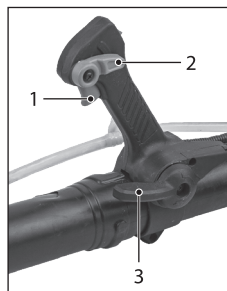

Рис. 27
2. Настройте регулятор подачи порошкового распыляемого вещества 3 (рис. 27). Поверните регулятор против часовой стрелки для увеличения концентрации распыляемого вещества в потоке. Поверните регулятор по часовой стрелке для уменьшения концентрации распыляемого вещества в потоке. 3. Нажмите на курок газа 1 (рис. 27) и приступайте к работе. Обратите внимание, что устройство оснащено функцией круиз-контроля. Регулировать обороты двигателя и, соответственно, дальность распыления можно также с помощью рычага 2 (для его разблокировки необходимо нажать на курок газа 1). Нижнее положение рычага круиз-контроля соответствует низким оборотам двигателя, верхнее положение соответствует высоким оборотам.
4. Установите регулятор подачи порошкового распыляемого вещества в положение «Закрывать» 3 (рис. 27).